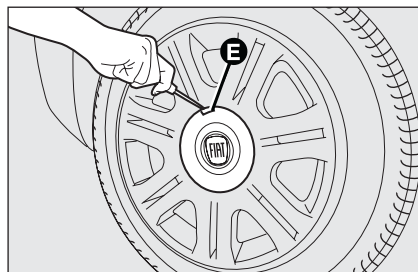

fig. 12
- ☐ pour les versions dotées d'enjoliveur en alliage, enlever l'enjoliveur en utilisant le tournevis en dotation, en faisant pression sur la rainure prévue **E** - fig. 12;